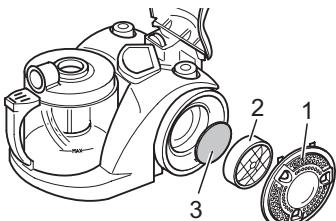

Abb. 28
- Drehen Sie die Ausblasfilter-Abdeckung (Abb. 28/1) zum Öffnen im Uhrzeigersinn und entnehmen Sie die Abdeckung.
- Entnehmen Sie die Ausblasfilter-Halterung (Abb. 28/2) mit Ausblasfilterelement (Abb. 28/3) durch Drehen im Uhrzeigersinn.
- Ersetzen Sie das Ausblasfilterelement (Abb. 28/3) durch ein neues (Bestellnummer ▷Kapitel 5.2, „Ersatzteile“).